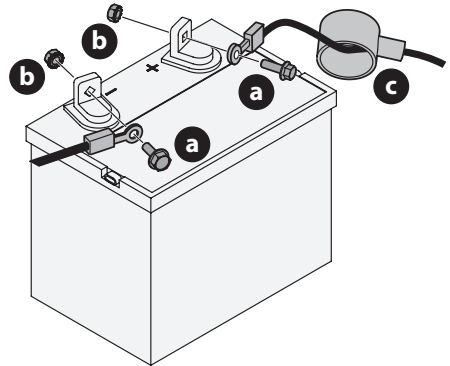

Fig. 12
1. Retire la cubierta plástica, si está presente, del terminal positivo de la batería. Conecte el cable rojo al terminal positivo de la batería (+) utilizando el perno (a) y la tuerca hexagonal (b) (Fig. 12).
2. Coloque el capuchón de goma rojo (c) sobre el terminal positivo de la batería para protegerlo contra la corrosión (Fig. 12).
3. Retire la cubierta plástica, si está presente, del terminal negativo de la batería y conecte el cable negro al terminal negativo de la batería (-) utilizando el perno (a) y la tuerca hexagonal (b) (Fig. 12).